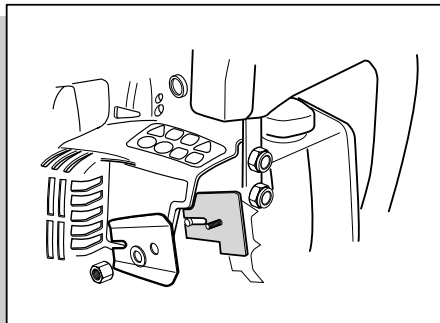

fig. 1
- Skru sværdmøtrikken af, fjern spændskiven og den yderste plade. Lad den inderste plade blive siddende (fig. 1).